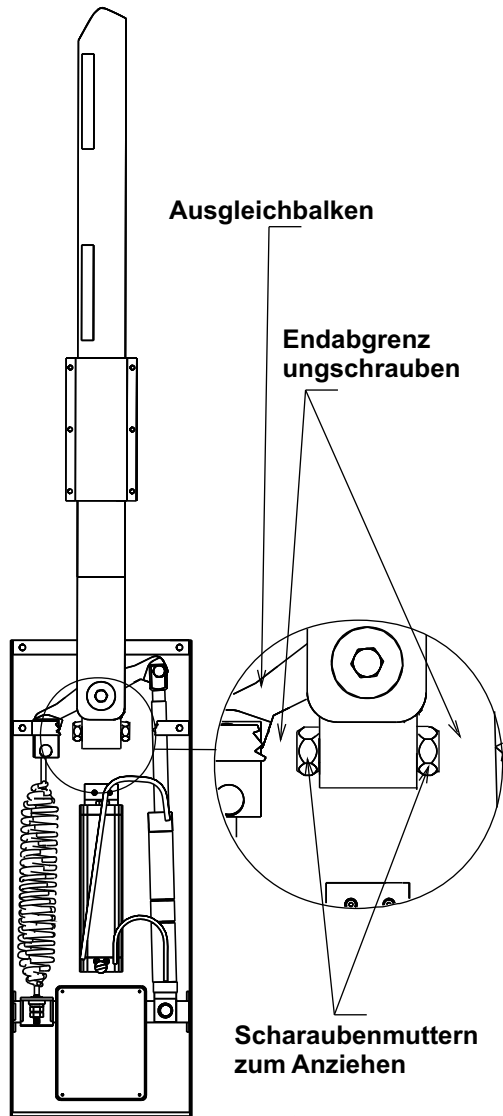

Abb. 10
- Endabgrenzungsschrauben durch Lösen der Muttern auf dem AusgleichbalkenTräger entfernen (Abb. 10).
- Endabgrenzungsschrauben entsprechend anziehen oder lösen, damit der Schlagbaum in exakter senkrechter, beim Öffnen und exakter waagrechte Stellung beim Schließen stillsteht (Abb. 10).